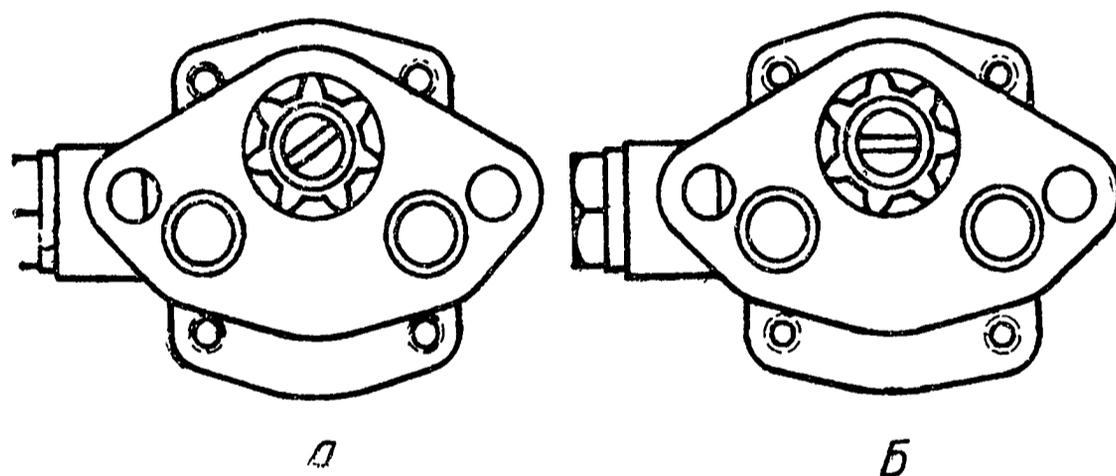

Рис. 20. Положение прорези вала масляного насоса (вид на вал сверху)
2. Валик насоса повернуть таким образом, чтобы прорезь для шипа вала распределителя стояла наклонно, как это показано на рис. 20-А.
3. Осторожно вставить насос на место, проследив за тем, чтобы его шестерня не задевала за стенки отверстия в блоке. Когда шестерни насоса и распределительного вала войдут в зацепление, первая повернется, и прорезь для шипа валика распределителя придет в горизонтальное положение, показанное на рис. 20-Б.